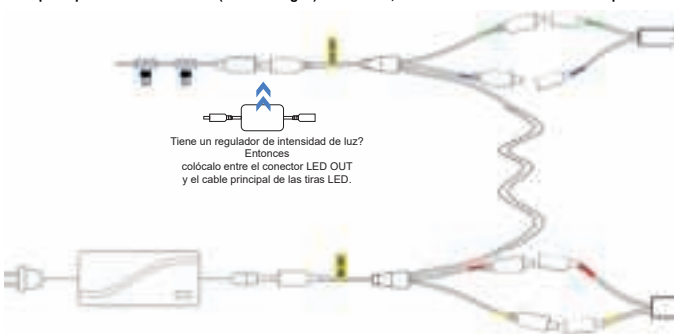

Fig. 5
- En la parte superior de la escalera, conecte el conector 'LED OUT' del cable del sensor al cable principal de las tiras de Led (véase la Fig. 5). Por último, conecte el conector 'AD IN' al adaptador.**